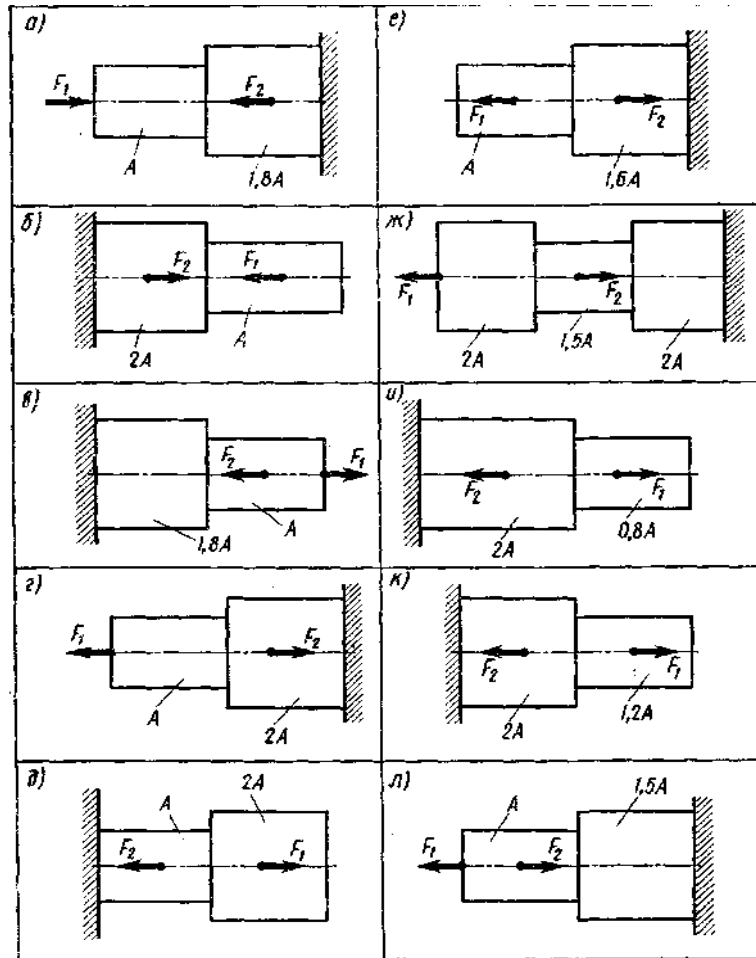

Рис. 32
**1-10.** Для ступенчатого чугунного бруса (рис.32) найти из условия прочности площадь поперечного сечения, если  $[\sigma_p] = 60$  МПа и  $[\sigma_c] = 100$  МПа. Данные, необходимые для решения своего варианта задачи, выбрать из табл. 1.